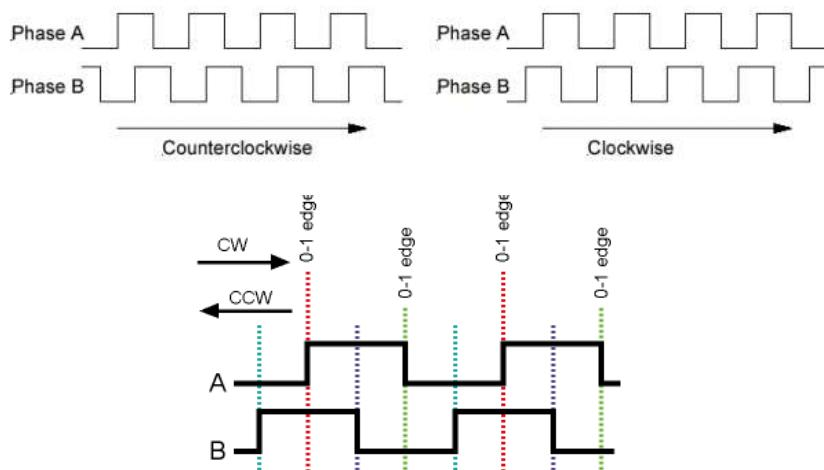

IMAGEN 5: PRINCIPIO DE FUNCIONAMIENTO DEL ENCODER INCREMENTAL
El codificador incremental es un sensor de dispositivo que detecta cambios de sistema o rotaciones. De esta manera podemos diferenciar codificadores incrementales lineales y rotatorios. Muy a menudo codificadores de ángulos, velocímetros o botones de control en dispositivos electrónicos. Los codificadores giratorios a menudo se montan directamente en el eje del motor o en el elemento de contacto. La medición de los cambios y la rotación con codificadores incrementales es una práctica industrial general. La mayoría de los sistemas incorporados ya contienen módulos para la concesión del codificador con el sistema de microcontroladores. El principio de medición se basa en el principio de recuento incremental causado por el cambio de valor medido. Los sistemas más precisos tienen de dos a cuatro canales y el índice del cociente B, A, B, índice, los más simples solo uno (A). El funcionamiento del codificador incremental se presenta en la imagen 5: